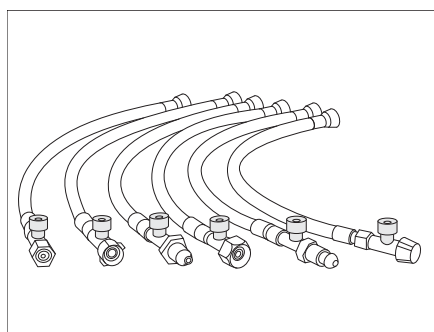

Bild 70 Hochdruckschläuche mit Schlauchbruchsicherung (länderspezifische Varianten)
**Aktivieren:** ■ Grünen Knopf am Hochdruckschlauch (Bild 70) kräftig drücken.